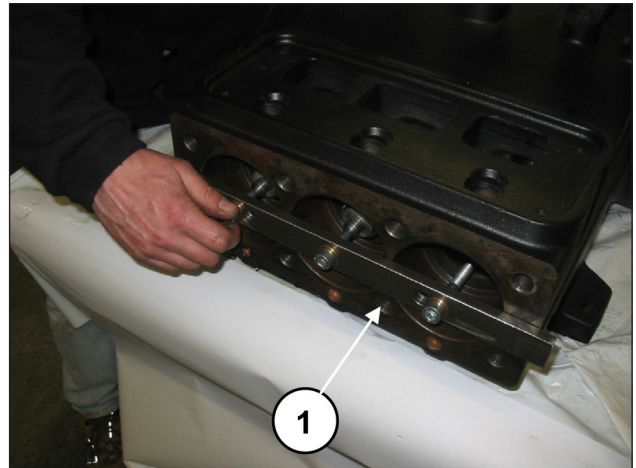
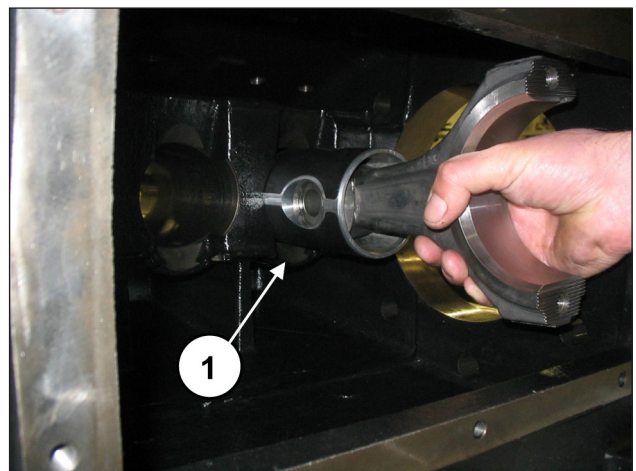

Abb. 31
Abb. 32
Drehen Sie die Schrauben des Werkzeugs Art. 27566200 zum Lösen der Pleuelstangen ab (Pos. ①, Abb. 31) und ziehen Sie anschließend die Baugruppe Pleuelstange-Kolbenführung von der hinteren Gehäuseöffnung heraus (Pos. ①, Abb. 32).
Nachdem Sie das Gehäuse auf perfekte Sauberkeit überprüft haben, setzen Sie die Baugruppe Pleuelhälfte-Kolbenführung in die Buchsen des Gehäuses ein (Pos. ①, Abb. 32).
Arretieren Sie die drei Baugruppen mit dem entsprechenden Werkzeug Art. 27566200 (Pos. ①, Abb. 31).
Entfernen Sie das Werkzeug zur Sicherung der Pleuelstangen Art. 27566200 (Pos. ①, Abb. 31).